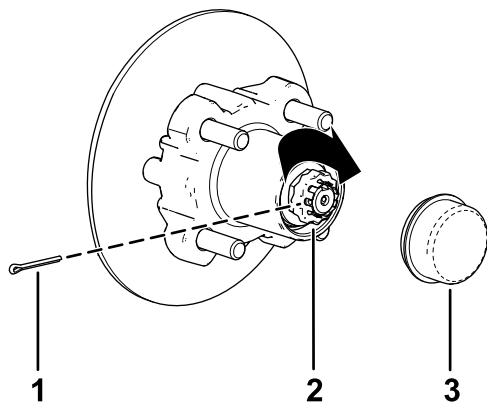

Figura 37
- Instale o retentor por cima da porca e verifique o alinhamento da ranhura no retentor e o orifício no eixo para o contrapino (Figura 37).
9. Coloque o contrapino e dobre as pernas em torno do retentor (Figura 37).
10. Coloque o tampão antipoeira no cubo (Figura 37).